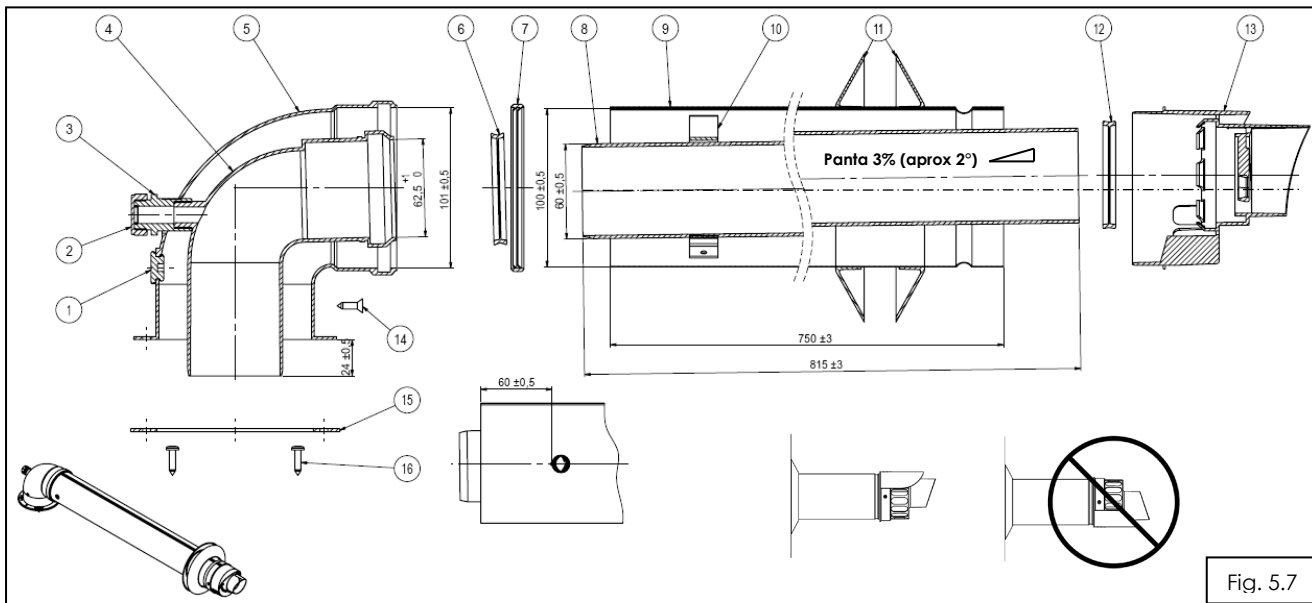

Fig. 5.7
**5.7.1 Utilizare kit coaxial condensare (tub interior plastic)- fig.5.7**
**Kitul de admisie- evacuare coaxial, fig.5.7 se livreaza impreuna cu centrala.** Evacuarea gazelor arse se face printr-un tub de diametrul Ø60 mm, coaxial cu tubul de admisie a aerului de diametrul Ø100mm.